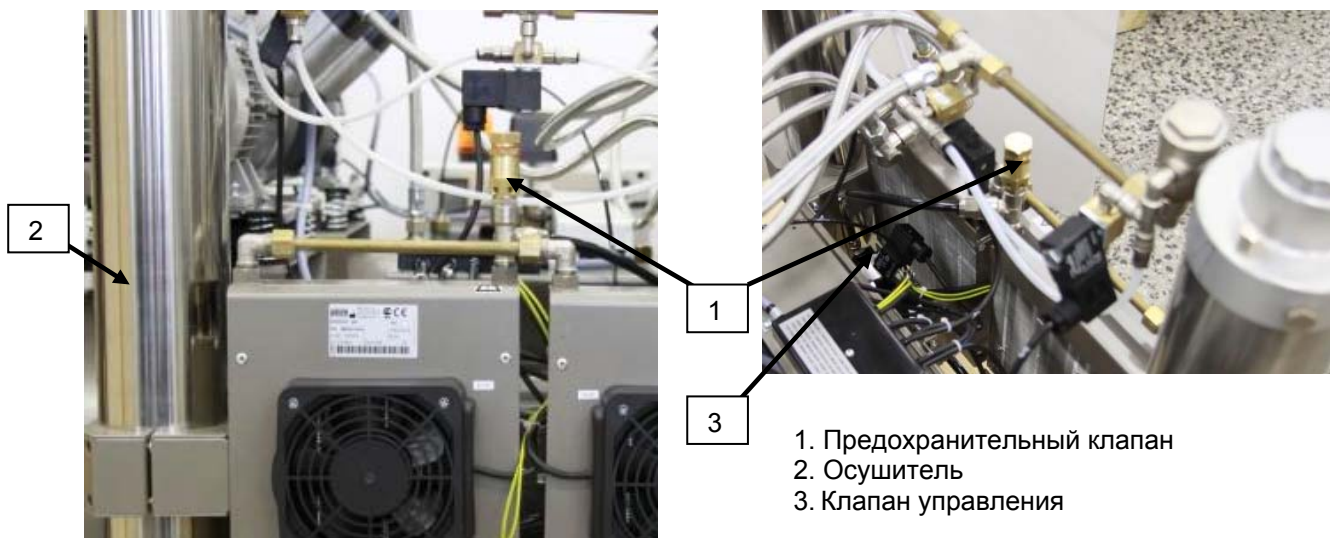

Рис.1
Предохранительный клапан установлен в напорной разводящей сети компрессоров перед клапан управления (3), в случае дополнительного монтажа (рис. 1) необходимо заменить тройник G3/8" X- элементом (крестом) с переходником G3/8"-1/4" и уплотнением Cu 4KA-078.